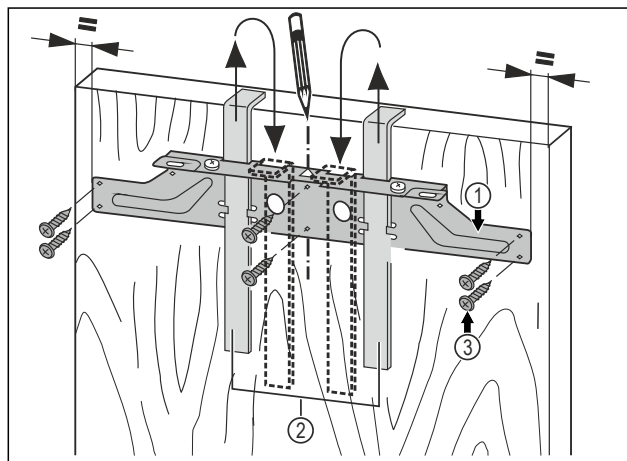

Fig. 42
- ▶ Objesite pričvrstnu poprečnu letvicu Fig. 42 (1) s pomoću montažnih pomagala Fig. 42 (2) na unutarnju stranu vrata namještaja.
- ▶ Poravnajte pričvrstnu poprečnu letvicu Fig. 42 (1) u sredini na vratima.
- ▶ Pričvrstite pričvrstnu poprečnu letvicu Fig. 42 (1) s pomoću najmanje 6 vijaka Fig. 42 (3).
- ▶ Pričvrstite pričvrstnu poprečnu letvicu Fig. 42 (1) s pomoću 4 vijaka Fig. 42 (3) na rubu.
- ▶ Izvucite montažna pomagala Fig. 42 (2) prema gore i utaknite ih okrenute u susjedne prihvatne otvore.